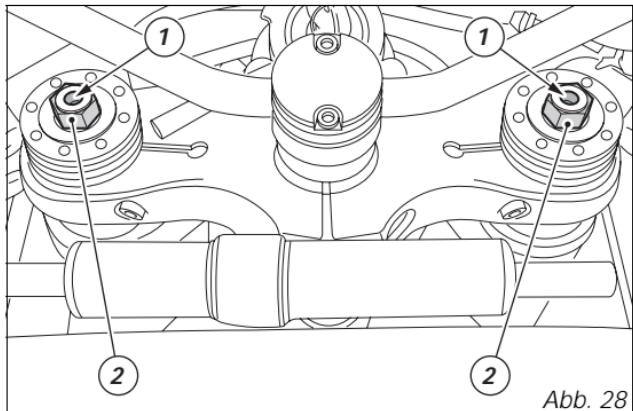
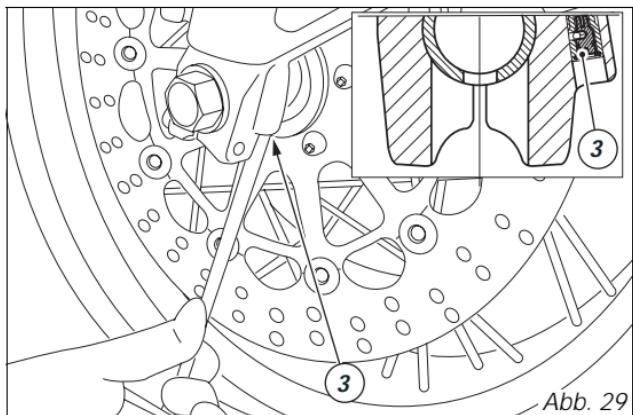

Abb. 28
Abb. 29
Einstellvorrichtung der Vorderradgabel (Abb. 28 und Abb. 29)
- 1) für die Änderung der hydraulischen Dämpfung in der Zugstufe (Abb. 28);
- 2) für die Änderung der Vorspannung der innen liegenden Federn (Abb. 28);
- 3) für die Änderung der hydraulischen Dämpfung in der Druckstufe (Abb. 29).